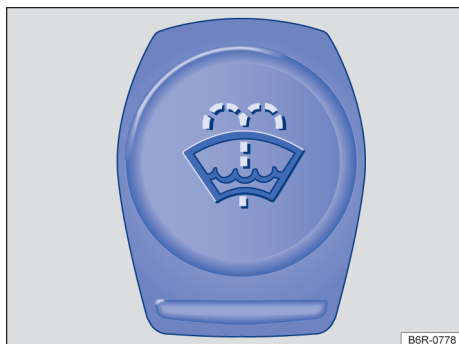

Fig. 150 No compartimento do motor: tampa do reservatório de água dos lavadores do para-brisa.
- O reservatório de água dos lavadores do para-brisa pode ser reconhecido pelo símbolo 🚰 na tampa → Fig. 150.